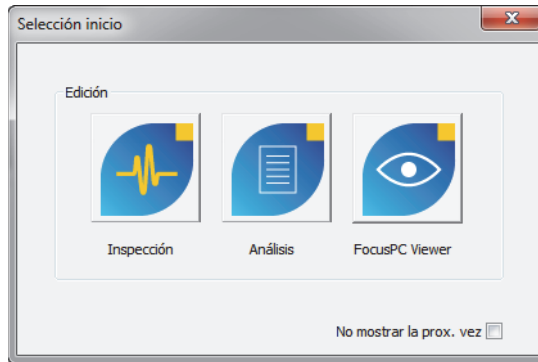

Figura 1-27 Cuadro de diálogo Selección [de] inicio
5. En el cuadro de diálogo **Selección [de] inicio** que aparece (ver Figura 1-27 en la página 46), haga clic en el botón asociado al modo FocusPC deseado.